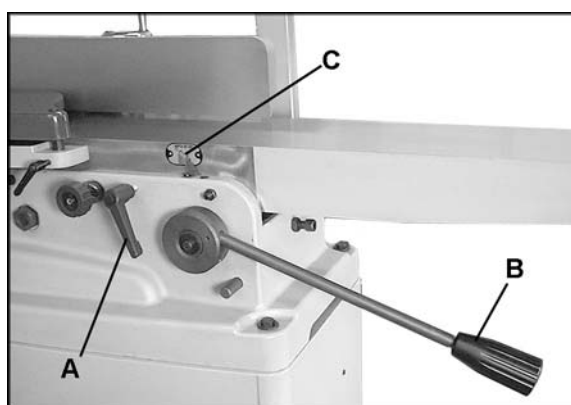

Figure 28
6. Soulevez la table d'alimentation jusqu'à ce qu'il touche la règle plate graduée. pour soulever la table d'alimentation, desserrez le manche de verrouillage (voir A, Figure 28) et soulevez le bras de levage (B, Figure 28). Lorsque la table touche la règle plate, serrez le manche de verrouillage (B, Figure 28)
7. Dégagez la table d'alimentation du chemin, en desserrant le manche de verrouillage (A, Figure 28) en poussant sur le bras de réglage (B, Figure 28).